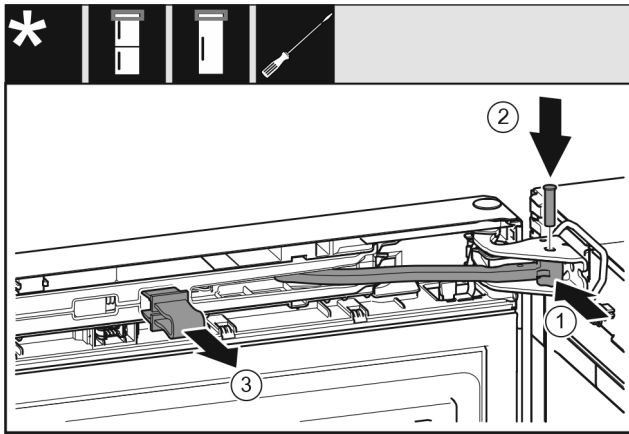

Fig. 21
- ▶ Поверните шарнир в опорном кронштейне. Fig. 21 (1)
- ▶ Вставьте палец в опорный кронштейн и шарнир. При этом следите за тем, чтобы выступ фиксатора занимал правильное положение в пазу. Fig. 21 (2)
- ▶ Снимите предохранитель. Fig. 21 (3)